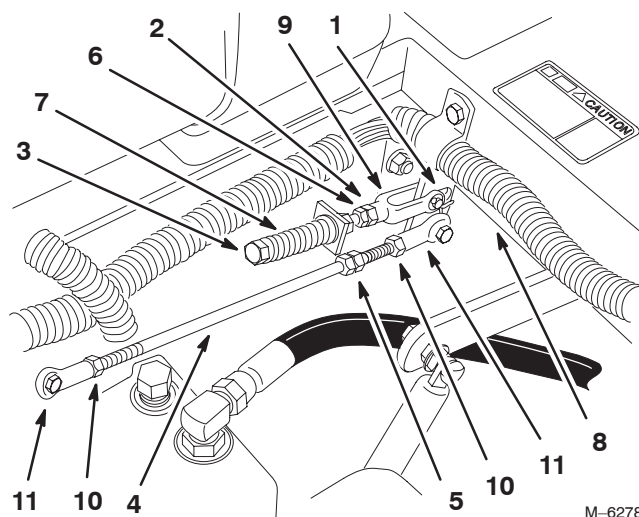

Figure 57
5. Placez le levier au point mort, **sans le verrouiller** (Fig. 57).
6. Tirez-le ensuite en arrière jusqu'à ce que l'axe de chape (situé sur le bras au-dessous de l'axe de pivot) touche l'extrémité de la fente (c.-à-d. commence juste à appuyer sur le ressort) (Fig. 57).
8. Si un réglage s'impose, desserrez l'écrou et l'écrou de blocage (Fig. 57).
10. Serrez l'écrou et l'écrou de blocage (Fig. 57).
1. Desserrez les contre-écrous sur les rotules de la tige de commande de la pompe (Fig. 57).
3. Réglez la longueur de la tige de pompe en tournant les écrous doubles dans le sens voulu, jusqu'à ce que la roue soit immobilisée ou tourne légèrement en marche arrière (Fig. 57).
6. Serrez les contre-écrous contre les rotules (Fig. 57).